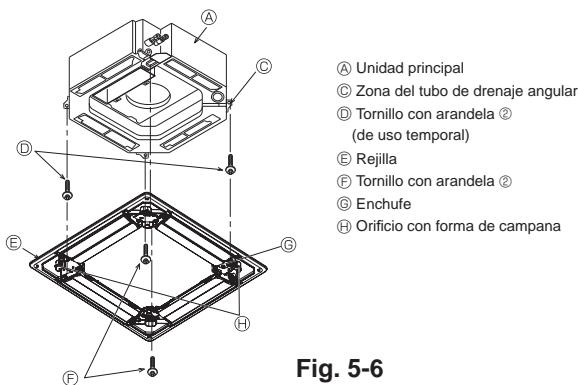
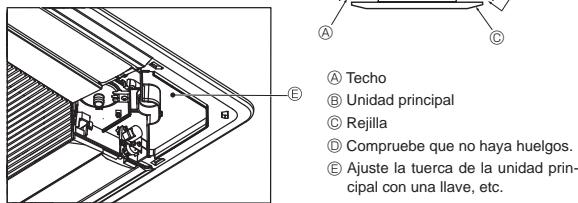

Fig. 5-6
Fig. 5-7
5.4.2. Instalación temporal de la rejilla (Fig. 5-6)
- Asegure la rejilla de forma temporal con los orificios en forma de campana; para ello coloque el enchufe de la rejilla (G) en la esquina del tubo de drenaje de la unidad principal.
5.4.3. Fijación de la rejilla (Fig. 5-7)